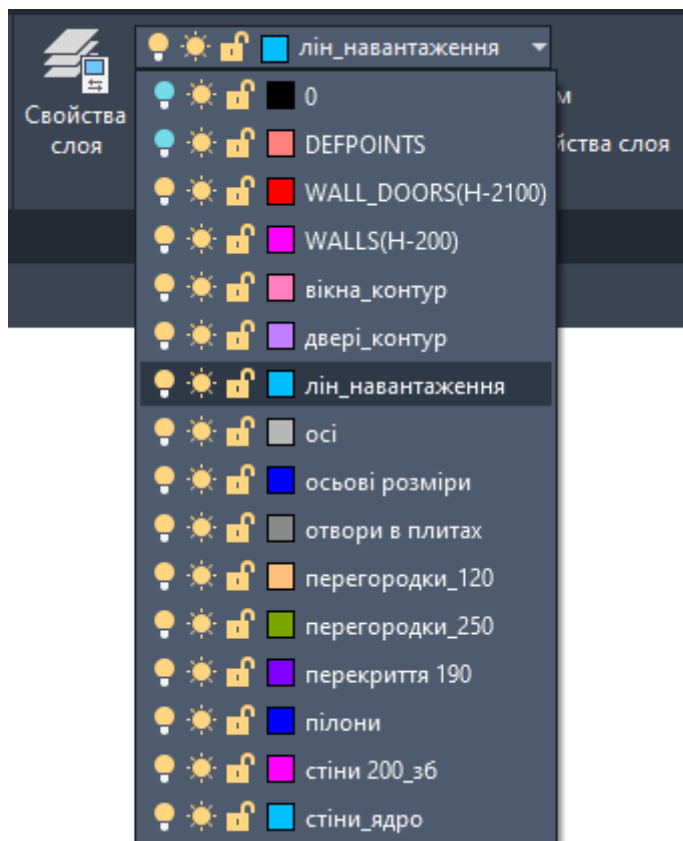

Рис. 14.16. Розкритий список шарів
- з розкритого списку шарів виберіть шар **лін\_навантаження** (панель **Шари** на вкладці **Головна**) (рис. 14.16);